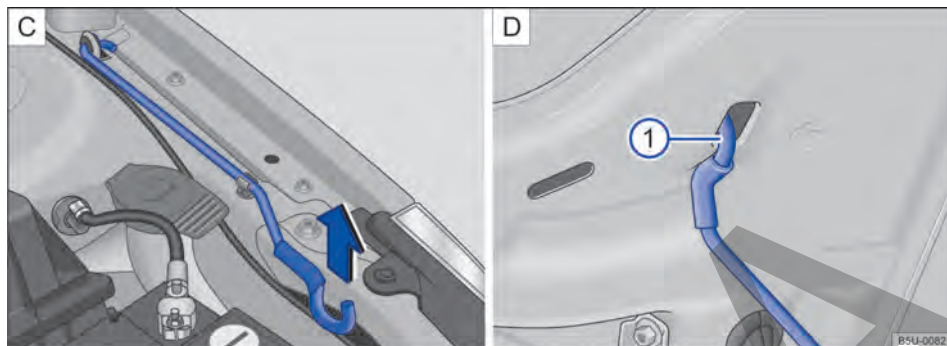

Fig. 203 [C] Varilla de sujeción de la tapa del compartimento del motor. [D] Tapa del compartimento del motor apoyada en la varilla de sujeción.
- Retirar la varilla de sujeción del soporte en el sentido de la flecha → fig. 203 [C] y colocarla en la abertura de la tapa del compartimento del motor → fig. 203 ① [D].
- Retirar la varilla de sujeción del orificio → fig. 203 ① [D] y encajarla en el soporte del cierre → fig. 203 [C].